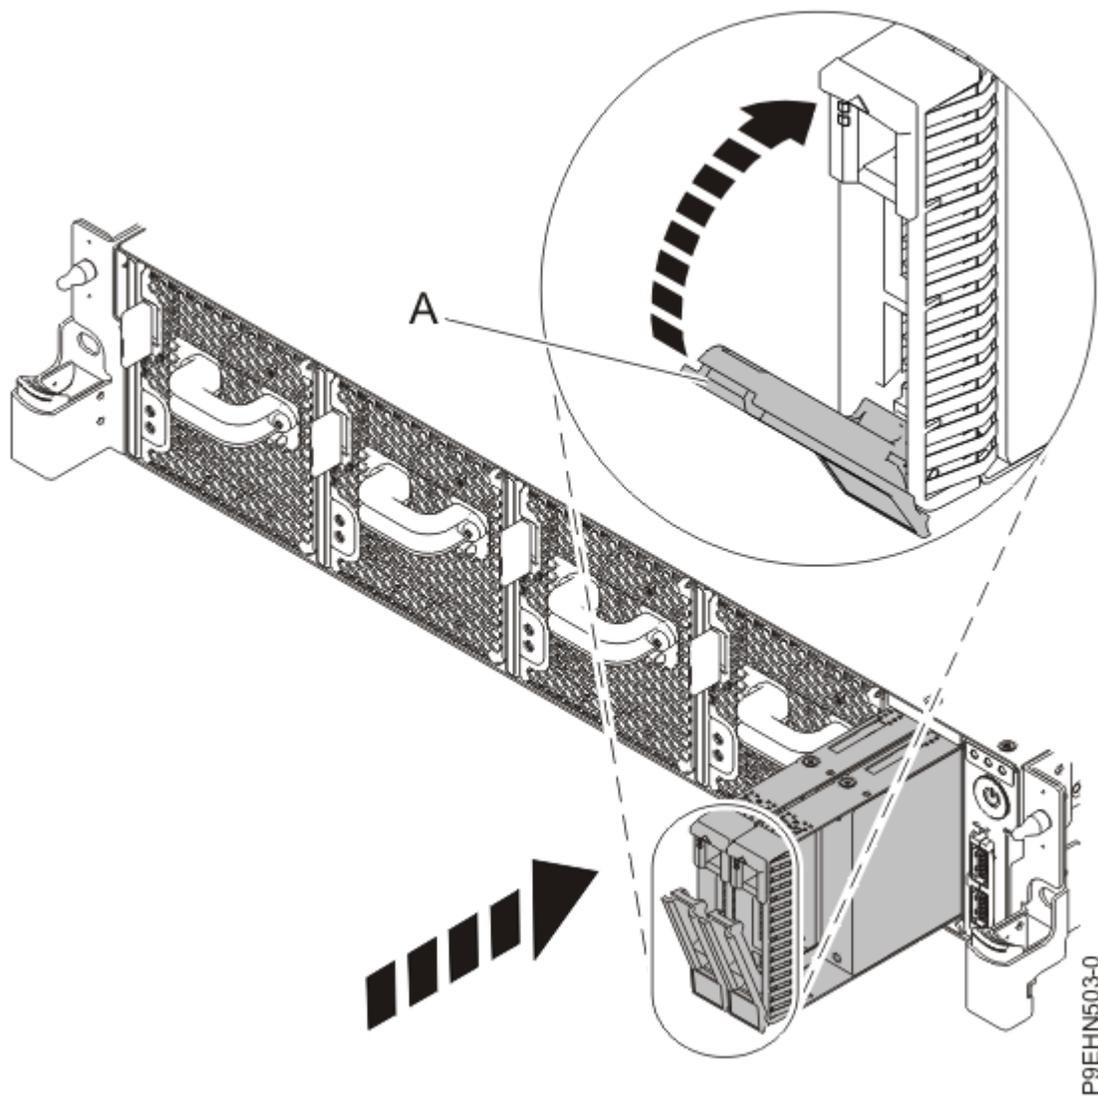

Figura 21. Detalhe do bloqueio da unidade de disco
6. Bloqueie a pega do compartimento de unidade de disco (**A**) empurrando o fecho da pega para dentro. Consulte Figura 21 na página 23.